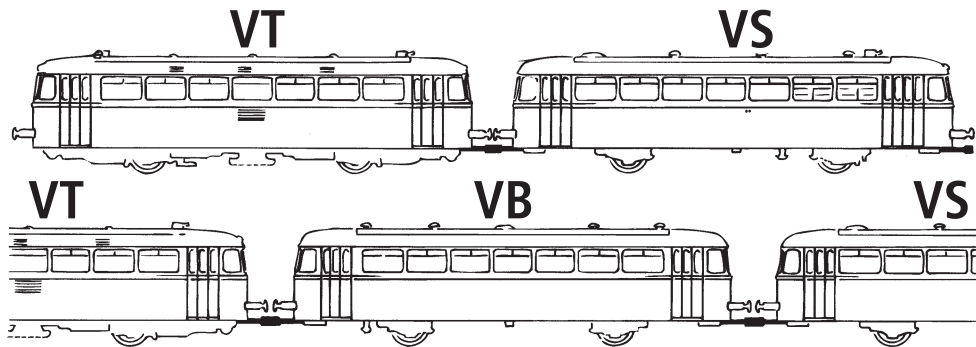
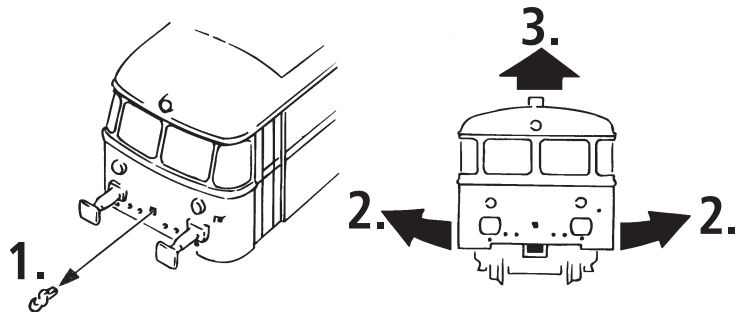
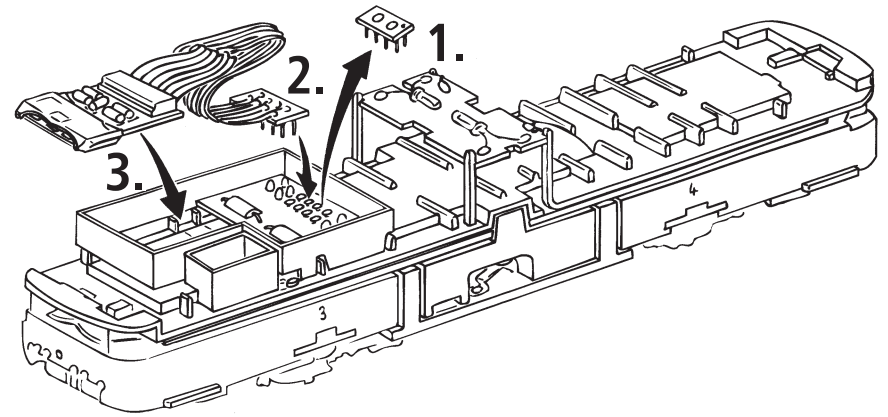

Fig. 3
Fig. 4
Fig. 5
**Mehrzugbetrieb:** Zuerst Lokgehäuse abnehmen (Fig. 3). Danach den Brückenstecker aus der Schnittstelle entfernen (diesen sorgsam aufbewahren). Danach den Stecker des Steuerbausteins lagerichtig einsetzen (siehe Fig. 4).
**2. Schmierung:** Versehen Sie die im Schmierplan in Fig. 5 gekennzeichneten Stellen mit nur **kleinen Öltropfen**. Dazu zuerst das Lokgehäuse abnehmen (Fig. 3). Wir empfehlen den ROCO **Öler Art.-Nr. 10906**. Fürs Schmieren der Getriebeteile (Zahnräder, Schnecke) empfehlen wir das **ROCO-Spezialfett Art.-Nr. 10905**. Im Falle der Schmierung diese Teile **nicht ölen**.
**4. Lämpchenwechsel:** Bitte nehmen Sie zuerst das Gehäuse ab (Fig. 3). Danach können Sie die Lämpchen wechseln (Fig. 6).
**5. Kohlebürstenwechsel:** Lokgehäuse abnehmen (Fig. 3). Danach wird der Motor ausgebaut und die Kohlebürsten ausgewechselt (Fig. 5).
Finally put the plug of the chip into the interface as shown in fig. 4.
**2. Lubrication:** Apply **tiny oil drops** to spots marked in fig. 5. Prior to lubrication dismantle locomotive (fig. 3). We recommend using item no. **10906, ROCO oiler**. For lubrication the gearparts (e.g. cogwheels, worm) we would recommend our ROCO **special grease** (item no. **10905**).
**4. Change of lights:** First remove loco body (fig. 3), and then change lights (fig. 6)
**5. Carbon Brush Changing:** First remove loco body (fig. 3), and then the motor (fig. 5).
Enlevez la fiche de shuntage de l'interface (à conserver!) et enfichez finalement la fiche du module de télécommande aux prises de l'interface. Veillez à la position correcte de la fiche (voir fig. 4).
**2. Graissage:** N'appliquez **qu'une toute petite goutte** aux endroits indiqués par le plan de graissage (fig. 5) après avoir démonté la caisse de la locomotive (fig. 3). Nous vous recommandons **le graisseur à huile ROCO réf. 10906**. Pour graisser les engrenages (roues dentées, vis sans fin) nous vous conseillons la **graisse spéciale ROCO réf. 10905** pour engrenages en matières synthétiques. Lorsque vous utilisez cette graisse il faut éviter d'huiler ces composants.
**4. Remplacement des ampoules:** Veuillez démonter d'abord la caisse de votre locomotive (fig. 3), puis vous pouvez échanger les ampoules (voir fig. 6).
**5. Remplacement des balais du moteur:** Démontez la caisse (voir fig. 3). Démontez ensuite le moteur et échangez le balais (fig. 5).